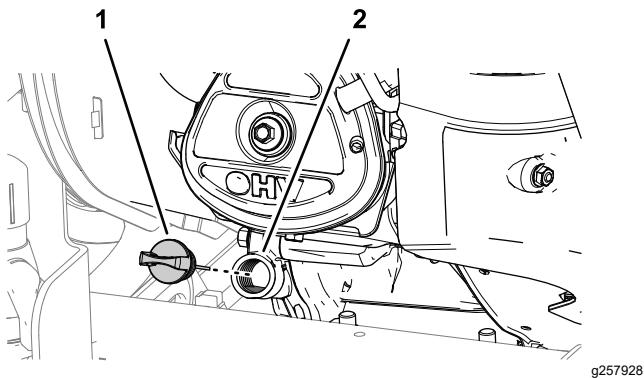

Figura 64
4. Retire la varilla del motor y límpie la varilla con un trapo limpio (Figura 64).
8. Ajuste la varilla a mano en el cuello de llenado (Figura 64).